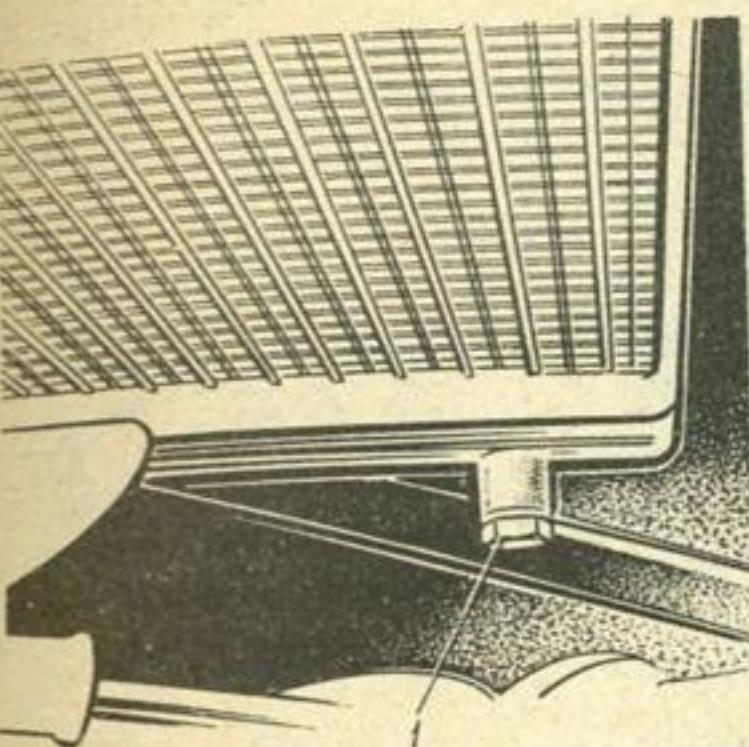

Рис. 49. Расположение пробки сливного отверстия на нижнем бачке радиатора:
3. Выверните резьбовую пробку 1 (рис. 49) сливного отверстия на нижнем бачке радиатора.